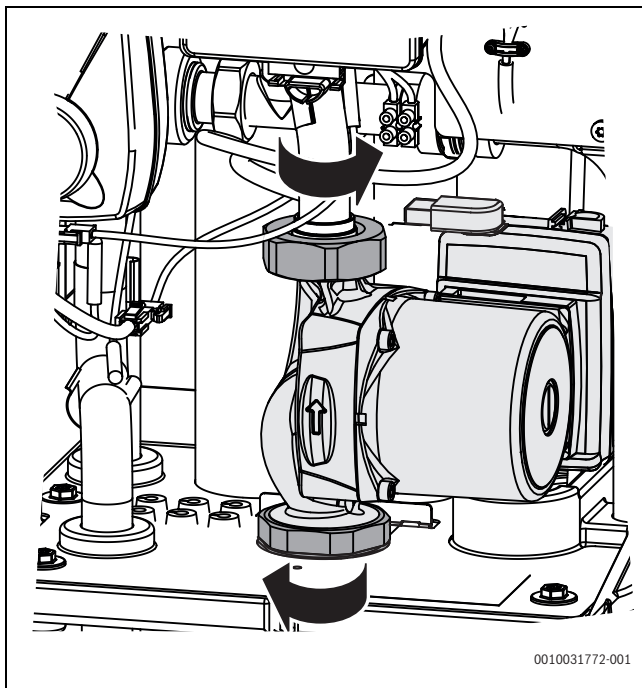

Fig. 43 Allentamento dei dadi a risvolto
- ▶ Allentare i dadi a risvolto sul circolatore e rimuovere il circolatore con le guarnizioni (→ fig. 43). Con un attrezzo adeguato, esercitare una forza antagonista sulle connessioni giuntate.